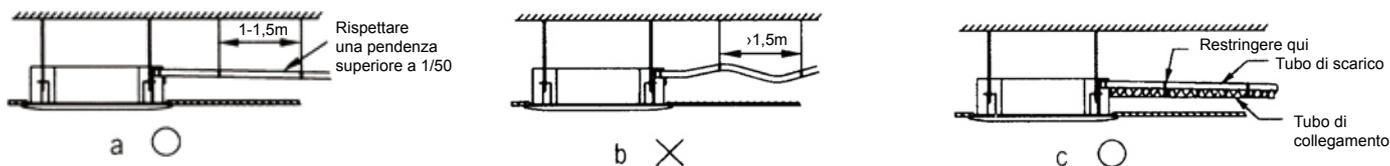

Figura 16
- Per impedire che l'acqua defluisca nuovamente nel climatizzatore durante la fase di arresto dell'apparecchio, inclinare il tubo di scarico verso il lato di uscita a una pendenza superiore a 1/50. Evitare rigonfiamenti o depositi di acqua. (Fare riferimento alla figura 16. a)
- Non tendere con eccessiva forza il tubo di scarico al momento della connessione per evitare di tirare anche il corpo dell'apparecchio. Nel frattempo, predisporre un punto di supporto a intervalli di 1~1,5m per prevenire cedimenti del tubo di scarico (fare riferimento alla figura 16. b). In alternativa, si può collegare il tubo di scarico al raccordo di collegamento fissando insieme i due. (Fare riferimento alla figura 16. c)